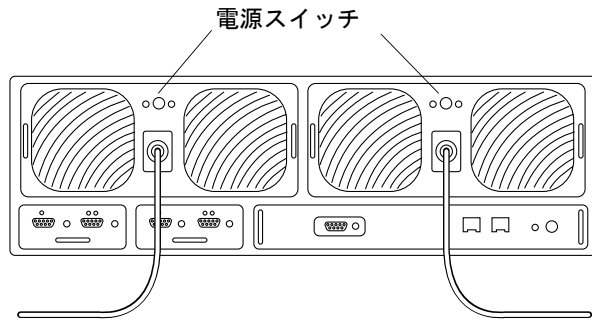

図 6-9 電源スイッチの位置
3. 各電源・冷却装置の電源ボタンを押して、スイッチをオフにします (図 6-9)。